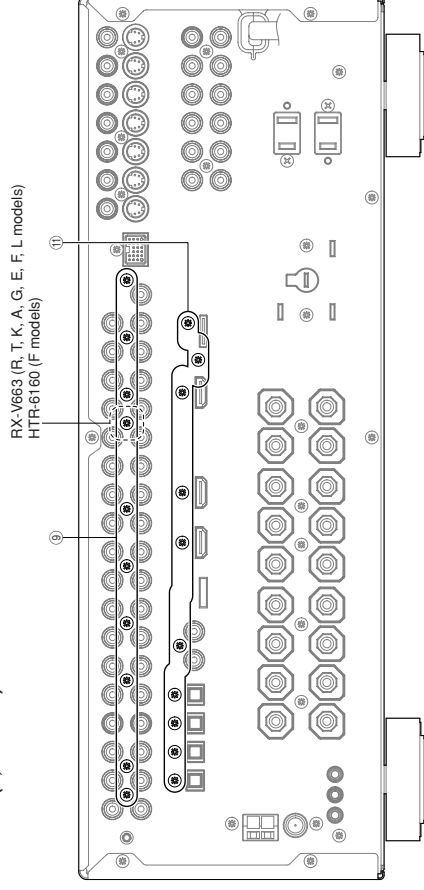

Fig. 3
- Remove 10 screws (RX-V663: U, C, R, T, K, A, G, E, F, L models / HTR-6160: U, F models) / 9 screws (HTR-6160: C model / DSP-AX763: B model) (⑨). (Fig. 3)
- Remove 9 screws (⑪). (Fig. 3)
- ⑨のネジ9本を外します。 (Fig. 3)
- ⑪のネジ9本を外します。 (Fig. 3)